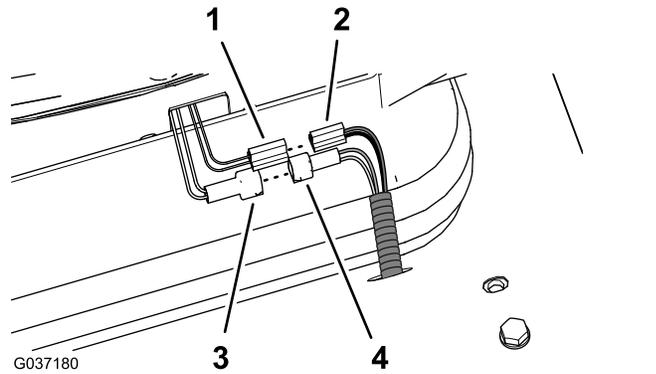
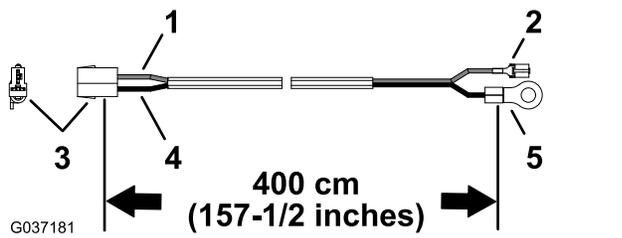

Figura 30
Figura 31
2. Conecte el conector del interruptor del asiento (cables amarillos y grises) al conector del arnés de cables de la máquina (Figura 30).
3. Localice el arnés de cables de 400 cm (con terminal de anillo), tal y como se muestra en la Figura 31.
- Conecte el conector de 2 palas de la suspensión neumática del asiento en el conector hembra de 2 vías (cables negros y rojos) del arnés de cables del kit de 400 cm (Figura 30 y Figura 31).